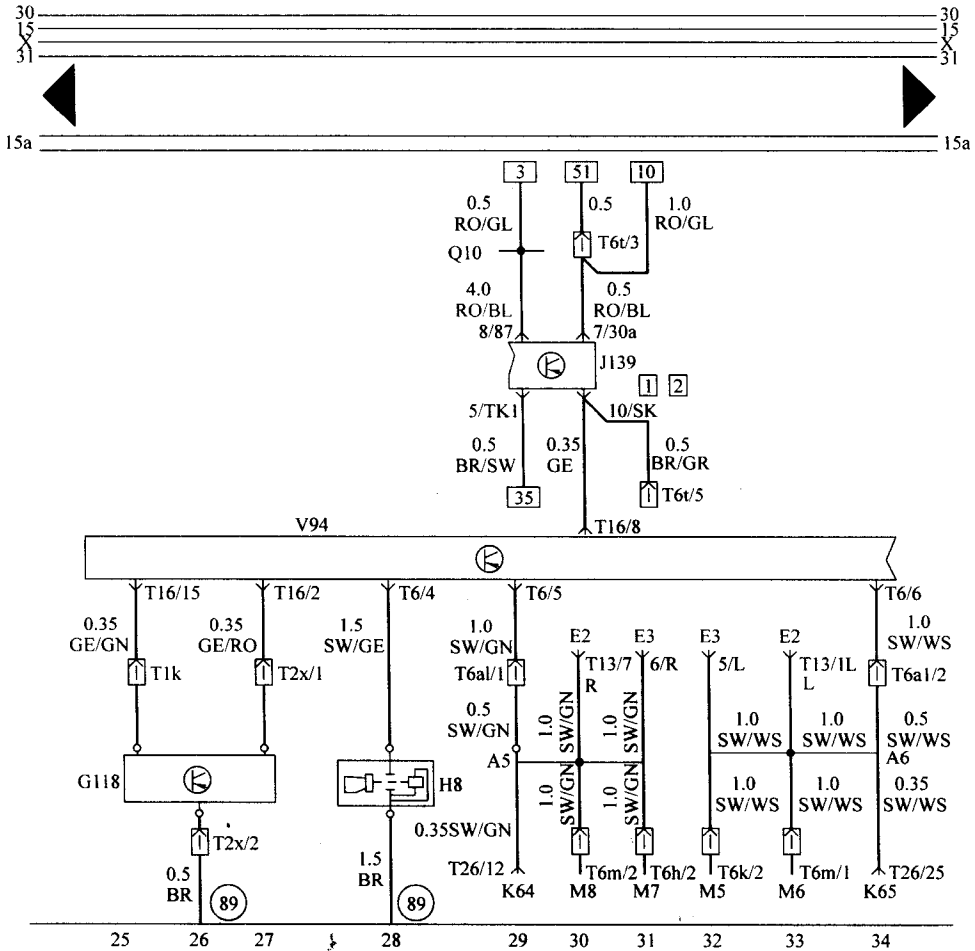

图 5-3 电路图 (坐标 25 ~ 34)
(3) 坐标 25~34 之间元件电路图,如图 5-3 所示。